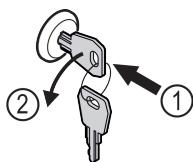

Fig. 207
- Вдавити ключ. Fig. 207 (1)
- Fig. 207 (2)